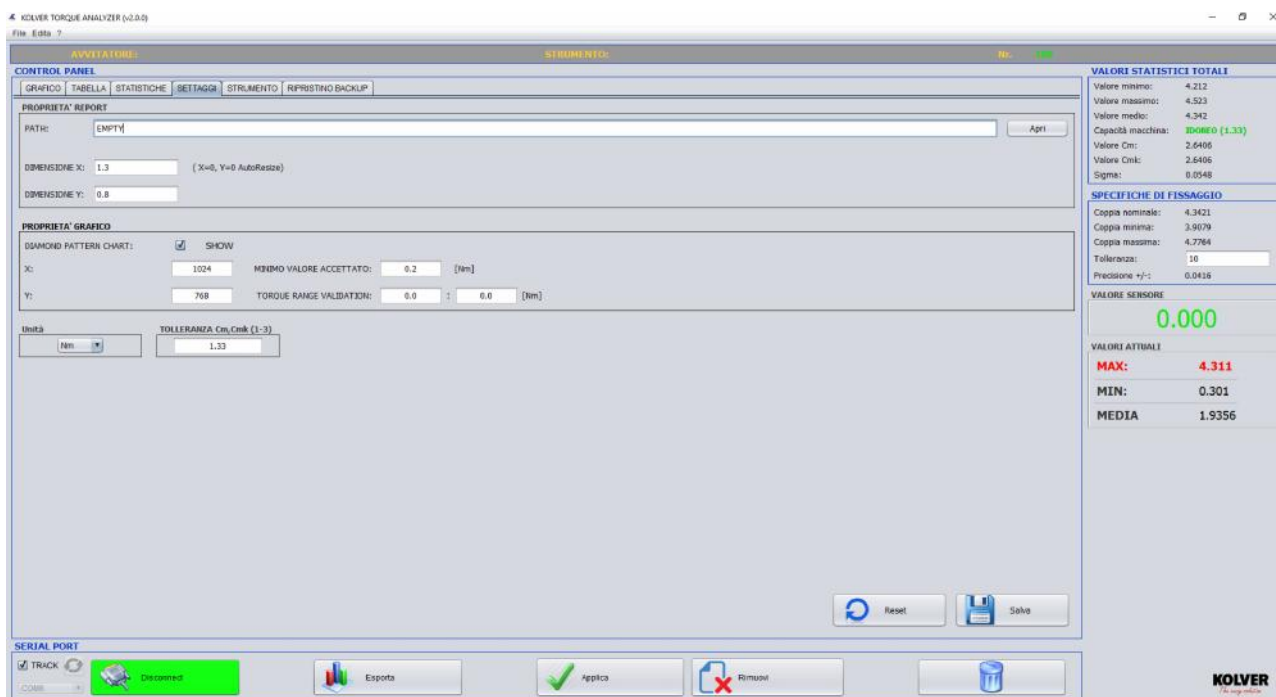

Fig.6 : Sezione “SETUP”, parametri di default.
**D. SETTAGGI:** Area di settaggio del software per le funzionalità di visualizzazione ed esportazione dei risultati, (Fig.6).